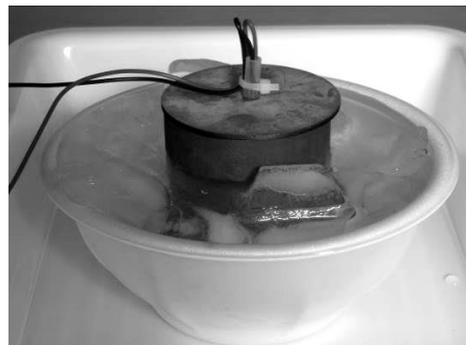

図 2-3 氷水につけられた銅製容器
2. バットの中に発泡スチロール容器(大)を入れ、銅製容器を発泡スチロール容器に入れる。図 2-3 に示すように、氷を発泡スチロール容器にほぼいっぱいになるまで入れ、さらに、あふれる程度まで水を入れる。(銅製容器内には氷や水を入れないこと。)